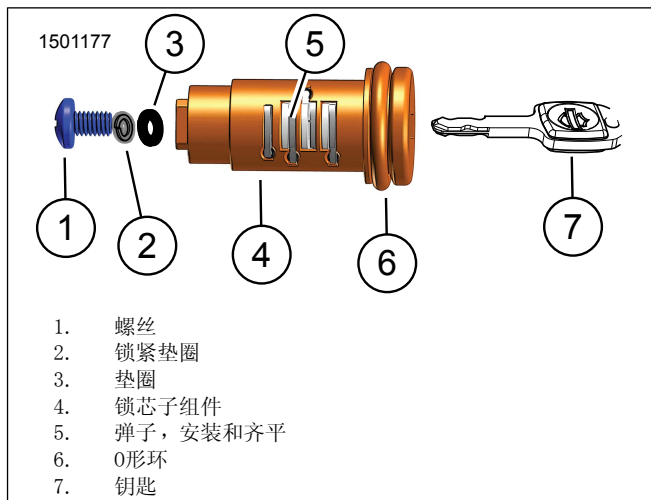

图5。组装的锁具
- 图5在将弹子完全固定到位的同时，将钥匙安装在组装好的锁头子组件中。